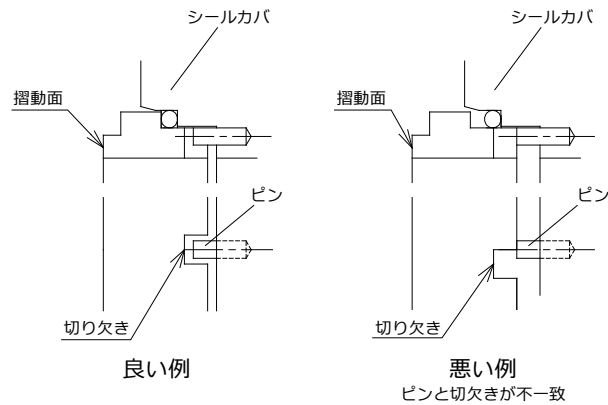

図 6.6-1 ピンと切り欠きの相対位置
- (1) シート(4750.M1)にOリング(4120.M1)を挿入し、シールカバ(4710)に押し込んでください。この時、シートの摺動面に傷を付けないように注意してください。また、シートの回り止め用切り欠きピン(5600)の位置に注意し、挿入後もピンと切り欠きが合っているか、シートが傾いて挿入されいないか確認してください。(図 6.6-1 参照)